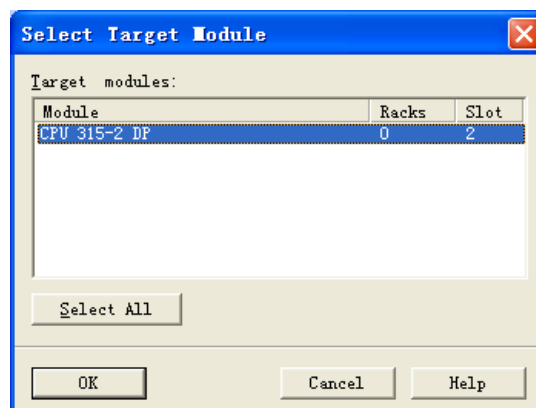

图 4.46 程序下载
a) 确保控制器在“RUN-P”模式下。在硬件配置窗口下点击“Download to Module”按钮，将当前硬件组态下载到控制器中。按照提示一直选择 OK 或 YES，如下图 4.46 所示：